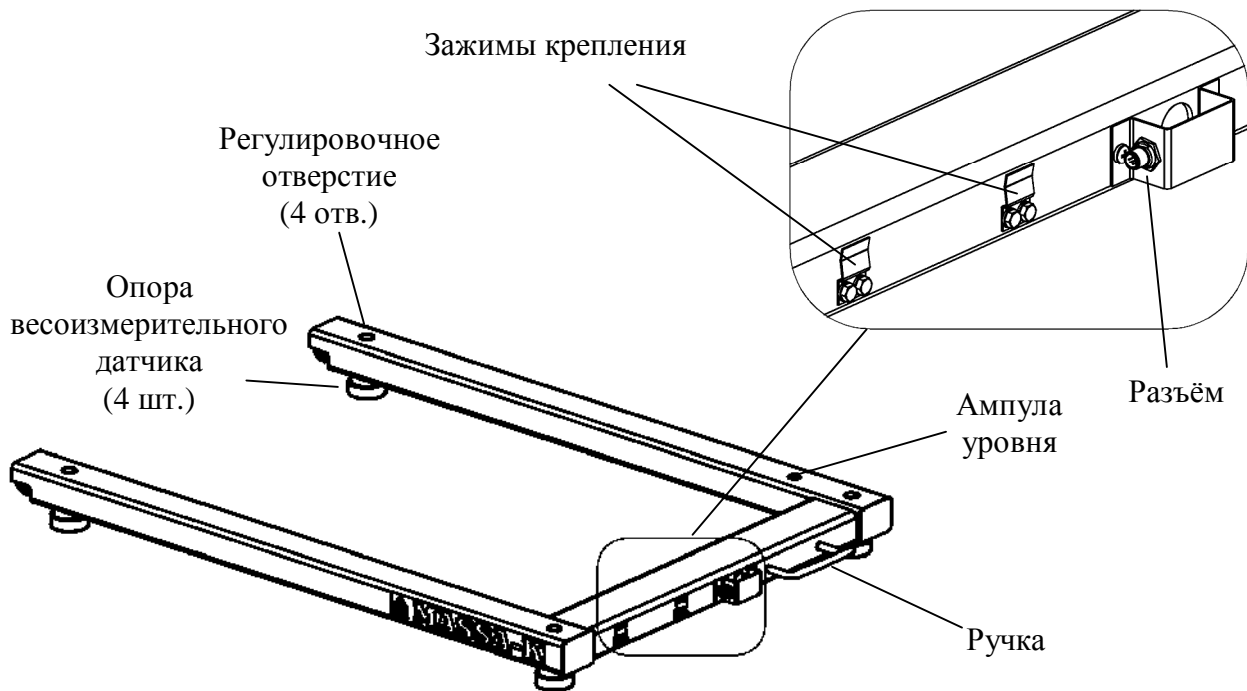

Рис. 5.1 - Платформа весовая
5.1 Платформа весовая состоит из рамы, на которой установлены четыре цифровых весоизмерительных датчика с опорами (рис. 5.1).
6.2 Вынуть заглушки из регулировочных отверстий (см. рис. 5.1). Вкрутить опоры в весоизмерительные датчики. Используя шлицевую отвертку, установить винт каждой из опор вровень с верхней гранью весоизмерительного датчика.